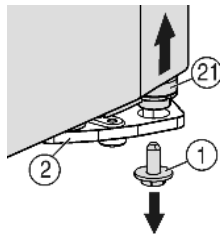
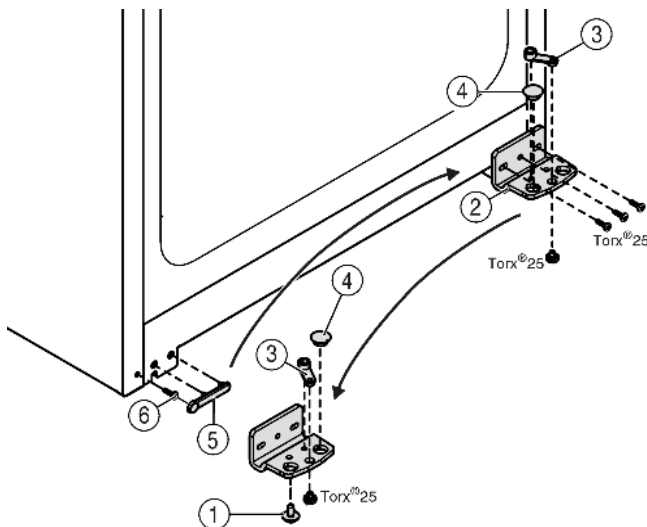

Fig. 4
Fig. 5
- Rechts onder aan de lagerbus de borgschroef Fig. 4 (1) uitdraaien.
- ▷ De lagerbout Fig. 4 (21) komt uit de lagerbus Fig. 5 (2) los.
- Indien de lagerbout Fig. 4 (21) niet los komt, de bout van onder naar boven drukken.
- Lagerbus Fig. 5 (2) losschroeven.
- Lagerdeel Fig. 5 (3) losschroeven en in het tegenoverliggende opnamegat van de lagerbus omzetten en weer vastschroeven.
- Stop Fig. 5 (4) uit de lagerbus verwijderen en in de tegenoverliggende opening van de lagerbus omzetten.
- Afdekking Fig. 5 (5) aan kant van de greep voorzichtig wegnemen.
- Schroef Fig. 5 (6) uitdraaien en aan de andere kant weer indraaien.
- Afdekking Fig. 5 (5) weer terugplaatsen.
- Lagerbus Fig. 5 (2) aan de nieuwe scharnierzijde evt. met behulp van een accuschroevendraaier weer goed (met 4 Nm) vastschroeven.
- Borgschroef Fig. 4 (1) onder in de lagerbout draaien en vastschroeven (met 4 Nm).